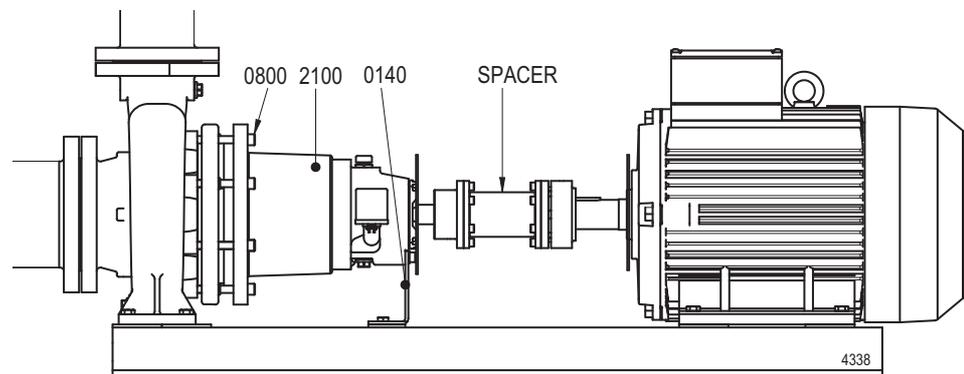

Figure 9: Principe du système Back Pull Out.
- 3 Desserrez la béquille (0140) de la plaque de base, voir figure 9.